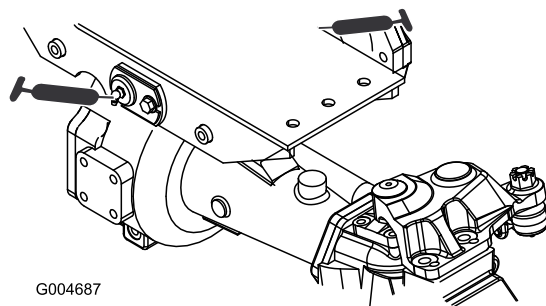

Figura 75
- 2 boccole orientabili dell'assale anteriore e posteriore (Figura 75)